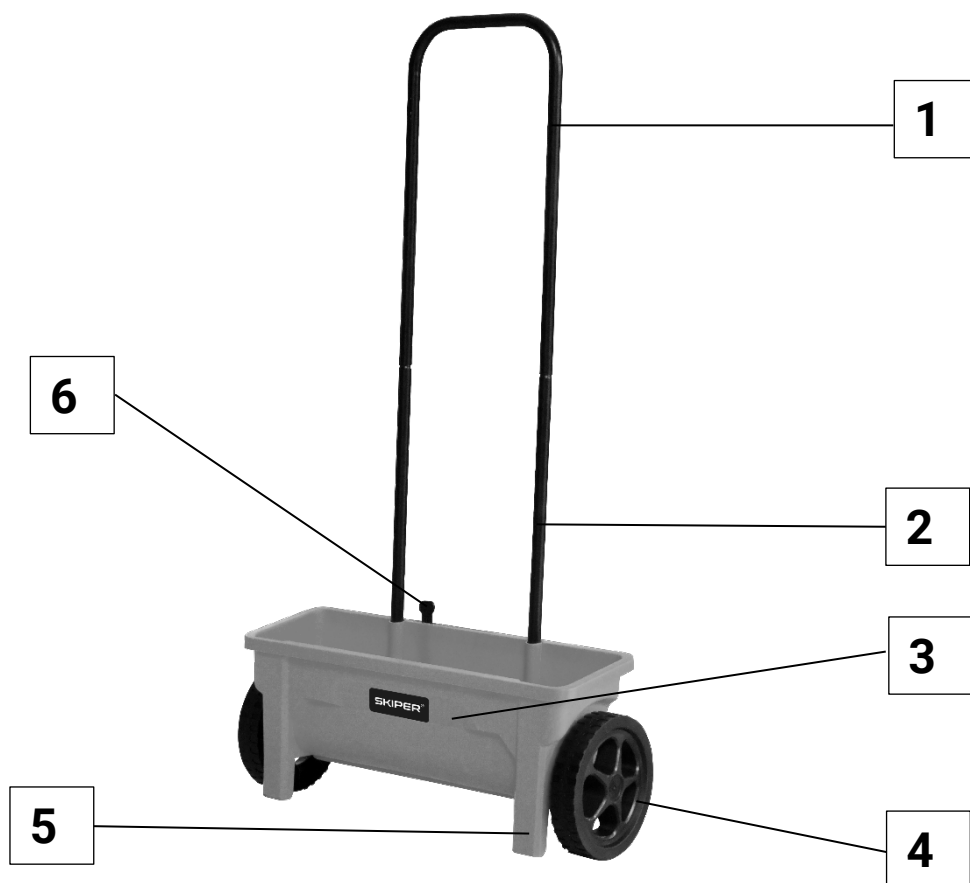

Рис.1
1.Перед внесением материала убедитесь, что переключатель (рис. 1, поз. б) находится в закрытом положении. Позиция 0 - закрытое положение. Положение 10 - максимальное открытие.